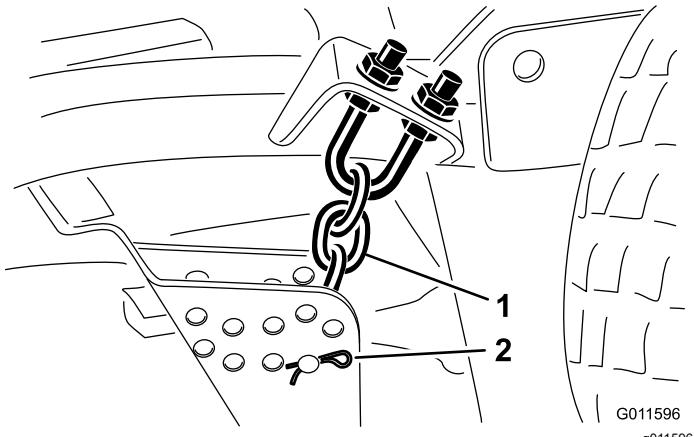

Bild 22
9. Entfernen Sie den Splint und den Lastösenbolzen, mit denen die Schnitthöhenkette an der Rückseite des Mähwerks befestigt ist (Bild 22).